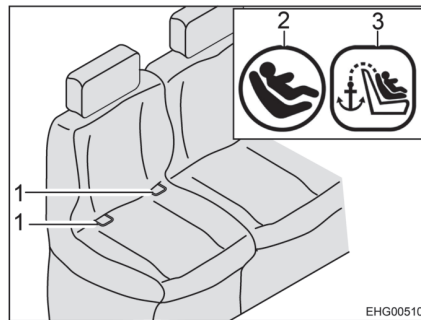
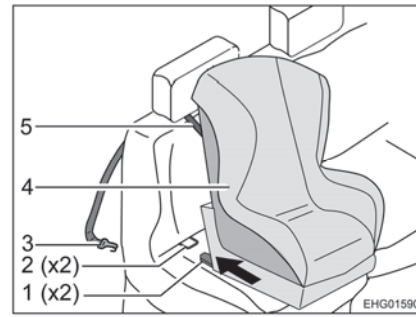

Bild 19 Sitz mit Isofix
Bild 20 Befestigung mit Top-Tether
- Rastarme (Bild 20,1) in Haltebügel (Bild 19,1 und Bild 20,2) einrasten lassen. Dabei muss ein deutliches Klickgeräusch zu hören sein.
- Mit einem kräftigen Ruck kontrollieren, ob der Kindersitz (Bild 20,4) fest sitzt.
- Top-Tether-Gurt (Bild 20,5) zwischen Kopfstütze und Rückenpolster hindurchführen.
- Befestigungshaken (Bild 20,3) am Ankerpunkt auf der Rückseite des Fahrzeugsitzes einhaken.